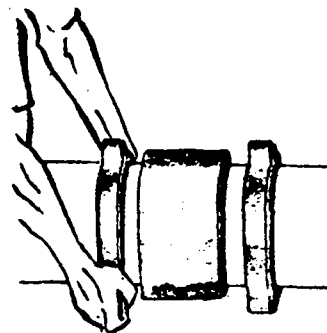

FIG. 8
- 2 — Toma-se como referência para alinhamento as marcas no conjunto (fig. 8).